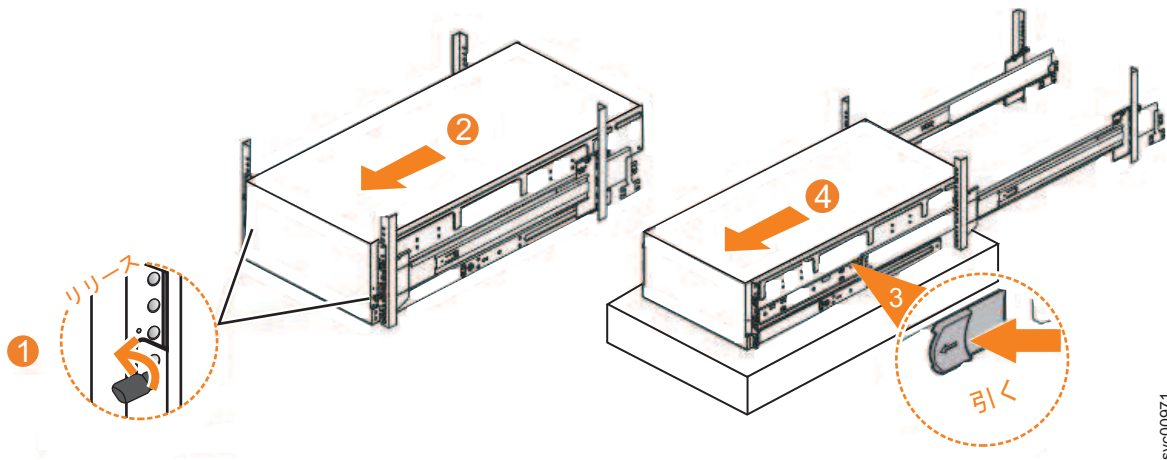

図 107. ラックからの 2145-92F エンクロージャーの取り外し
1. 図 107 に示すように、エンクロージャーの前面にあるロックつまみねじ (1) を緩めます。
2. 図 107 に示すように、エンクロージャーを手前にスライドさせてラックから慎重に外します (2)。
3. エンクロージャーの前面付近にある左右の青色の解放タブの位置を確認します。両方の解放タブを手前に引いて、ドロワー機構のロックを解除します (図 107 の 3)。
4. エンクロージャーおよび内部レール・メンバーをスライドさせてラックから取り出します (図 107 の 4)。